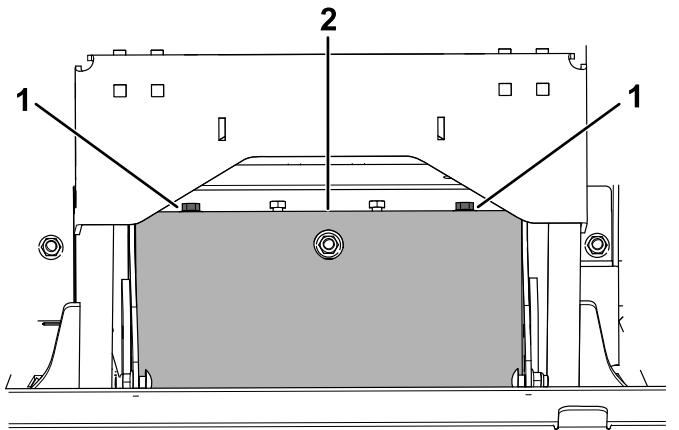

Figura 62
5. Retire los 2 pernos y las 2 arandelas que fijan el protector de la correa de transmisión de la bomba (Figura 62). Retire el protector.